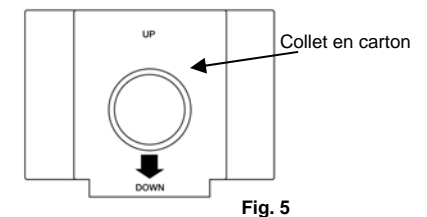

Fig. 5
2. En tenant le sac à poussière dans votre main, attrapez le collet en carton. (Fig. 5). Vous remarquerez que le collet en carton possède une flèche qui montre quelle extrémité doit être insérée dans la fiche située près de la conduite d'entrée. (Fig. 6)